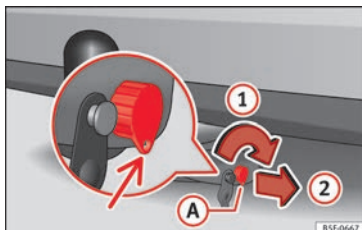

Fig. 218 Bloquear cerradura
- Gire la llave (A) en el sentido de la flecha 1 hasta que la parte agujereada de la llave llegue a su posición inferior »» fig. 218.